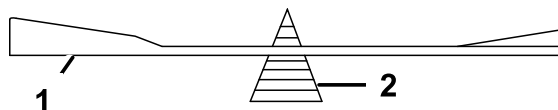

Figure 56
2. Vérifiez l'équilibre de la lame en la plaçant sur un équilibreur (Figure 56).